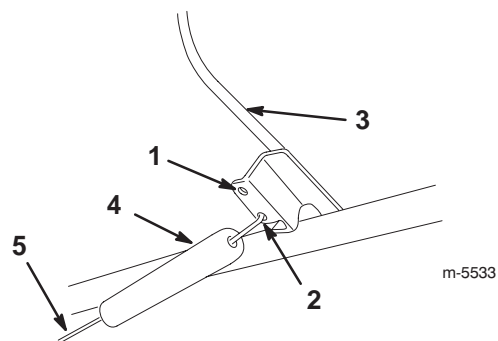

Figure 5
4. Passez l'extrémité libre du câble de commande dans le trou inférieur de la barre de commande, comme indiqué à la Fig. 5.